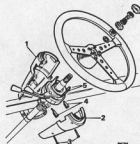

Abb. 1
- (7) Ausbau unter Beachtung folgender Anweisungen in umgekehrter Reihenfolge vornehmen:
- b. Gewährleisten, daß der Bspenkontakt richtig montiert ist (Abb. 1).